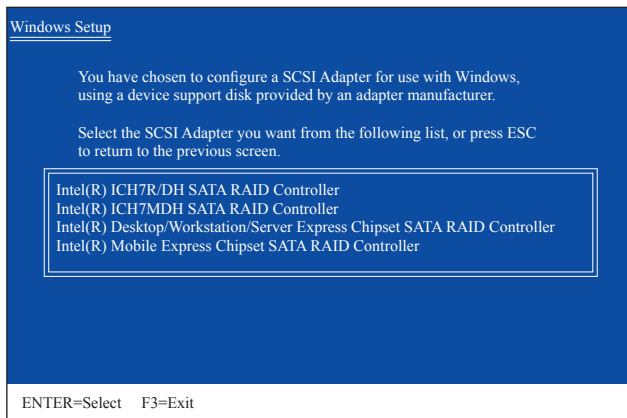

図 1
SATA RAID/AHCIドライバを含むフロッピーディスクを挿入し、<Enter>を押します。次に、以下の図1のようなコントローラメニューが表示されます。上または下矢印キーを使用して**Intel(R) Desktop/Workstation/Server Express Chipset SATA RAID Controller**を選択し、<Enter>を押します。AHCIモードの場合、キーボードの矢印キーを使用して**Intel(R) Desktop/Workstation/Server Express Chipset SATA AHCI Controller** アイテムにスクロールし<Enter>を押します。